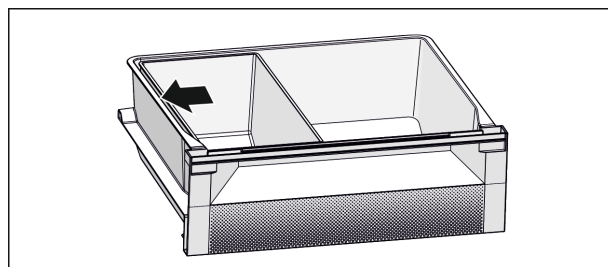

Fig. 73
- Per un raffreddamento ottimale: Posizionare la ciotola Fish & Seafood (vedere Fig. 73) come mostrato in figura.